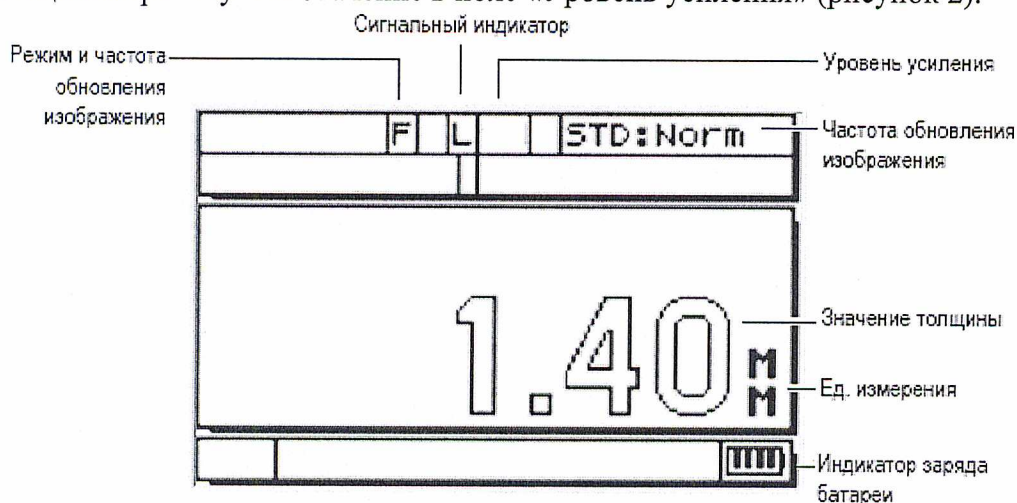

Рисунок 2
8.4.2 Нажимая комбинацию клавиш  плюс  установить стандартное усиление толщиномера – пустое значение в поле «Уровень усиления» (рисунок 2).